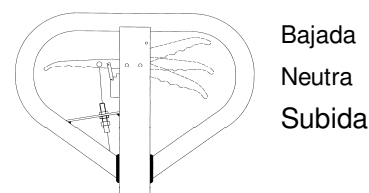

Fig. 10: Maneta
Si fuera necesario, usted podría ajustar la maneta de acuerdo a estos pasos (fig. 10):
b) Si la horquilla no desciende cuando la maneta está en posición bajada, gire la tuerca de ajuste en sentido de las agujas del reloj hasta que descienda la horquilla. Luego compruebe la posición neutral de acuerdo a la fig. 10 y asegúrese que la tuerca de ajuste está bien colocada.